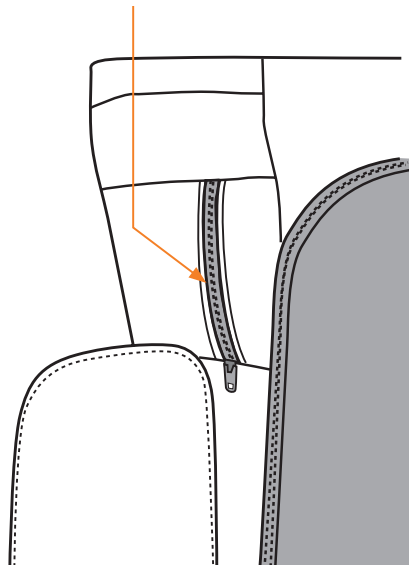

Fig.20
1. Ubique el bolsillo de cremallera en la parte posterior de la almohadilla del cuerpo en el área del hombro izquierdo (Fig.20).